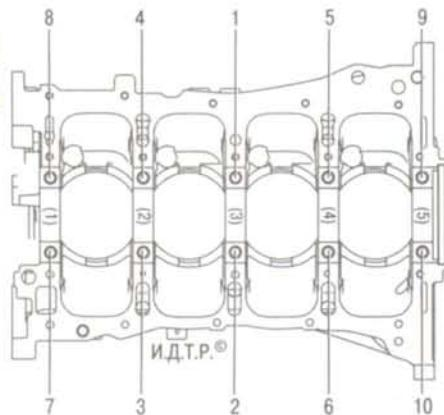

Рис. 5.34. Порядок затяжки болтов крепления крышек коренных подшипников коленчатого вала
3. Выверните болты 8 (рис. 5.33) крепления крышек коренных подшипников коленчатого вала в порядке, обратном затяжке при установке (см. рис. 5.34).
19. Установите болты крышек, затяните болты моментом ($26,5\pm2$) Н·м в порядке, указанном на рис. 5.34.